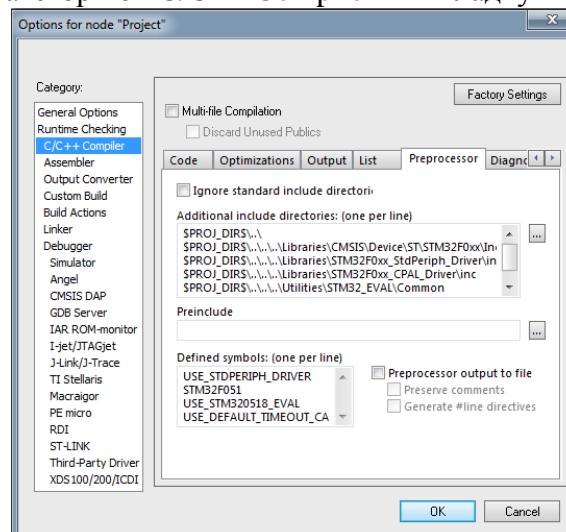

Рисунок 3.6 – Выбор категории
16. Выбираем категорию «C/C++ Compiler» и вкладку Preprocessor (рисунок 3.6.)